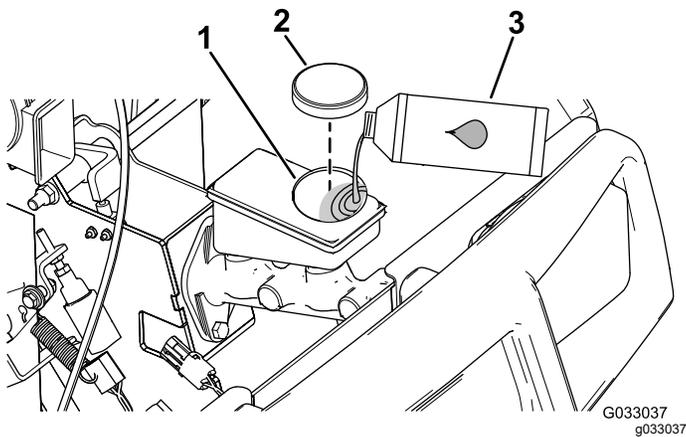

Bild 54
4. Öffnen Sie die Motorhaube, um an den Hauptbremszylinder und den Behälter zu gelangen (**Bild 54**).
- A. Reinigen Sie den Bereich um den Behälterdeckel und nehmen den Deckel ab (**Bild 54**).
- C. Schrauben Sie den Behälterdeckel wieder auf (**Bild 54**).